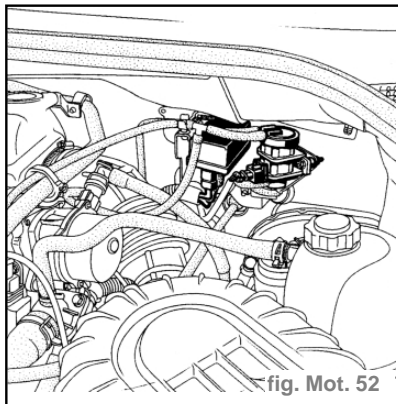

fig. Mot. 52
- Pour la vanne, déposer : (fig. Mot. 52)
- Pour l'électrovanne, déposer : (fig. Mot. 52)